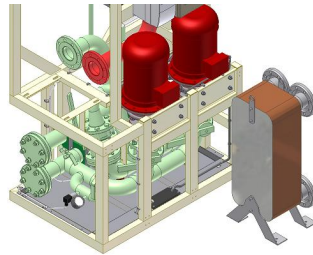

Рис. 6.2-6
7. Пластинчатый теплообменник весит около 87 кг. Сначала осторожно потяните его за передний край. Затем используйте стреловой кран или вилочный погрузчик, чтобы снять его (рис. 6.2-6).